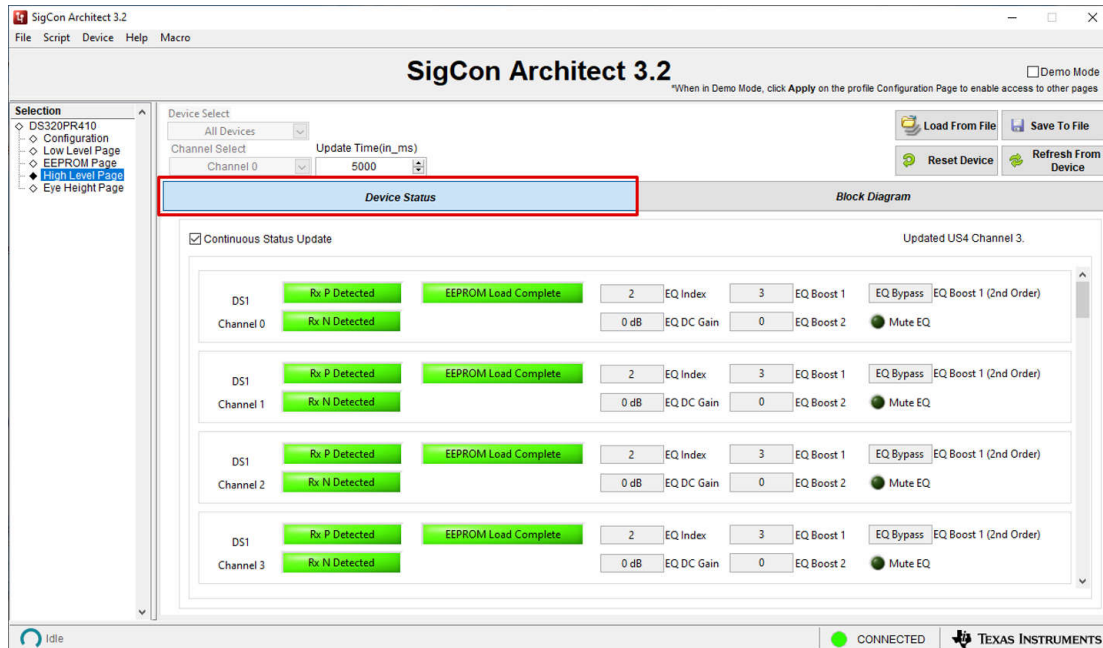

图 5-1. 顶层页面：“Device Status”选项卡
1. 点击 GUI 左侧的 **High Level Page** 选项卡后，将显示 **Device Status** 选项卡，如图 5-1 所示。每个通道状态按顺序更新，其中显示每个连接的器件的通道 RX 检测和 EEPROM 组负载状态，以及通道的当前 EQ 设置。如果发现正确的接收器阻抗检测，则 RX 检测状态栏显示为绿色，如果未发现正确的接收器阻抗检测，则显示为红色。如果器件的寄存器组正确加载了 EEPROM 数据，则 EEPROM 加载状态栏显示为绿色，如果 EEPROM 数据加载失败，则显示为红色。请注意，当器件在 SMBus/I²C 辅助模式 (MODE = L2) 下运行时，EEPROM 加载状态始终指示失败 (红色) 加载状态。当前 EQ 设置显示在每个通道的状态指示器的右侧。